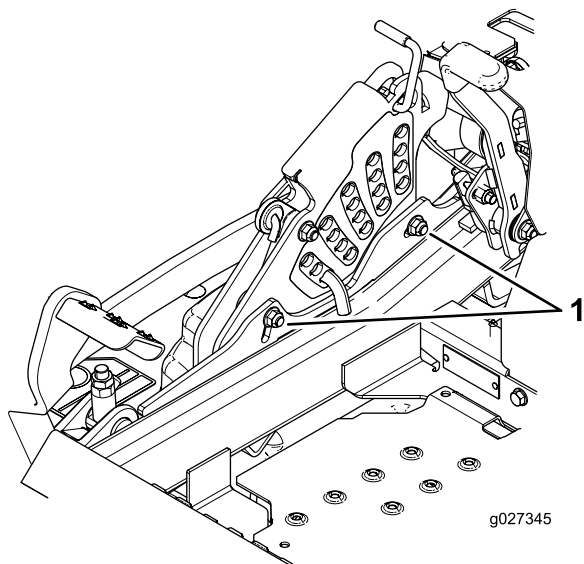

Figure 95
12. Pour régler le système monopoint, desserrez les deux boulons au bas de la plaque de hauteur de coupe Voir Figure 95.
14. Serrez les deux boulons au bas de la plaque de hauteur de coupe (Figure 95). Serrez à un couple de 37 à 45 N m.